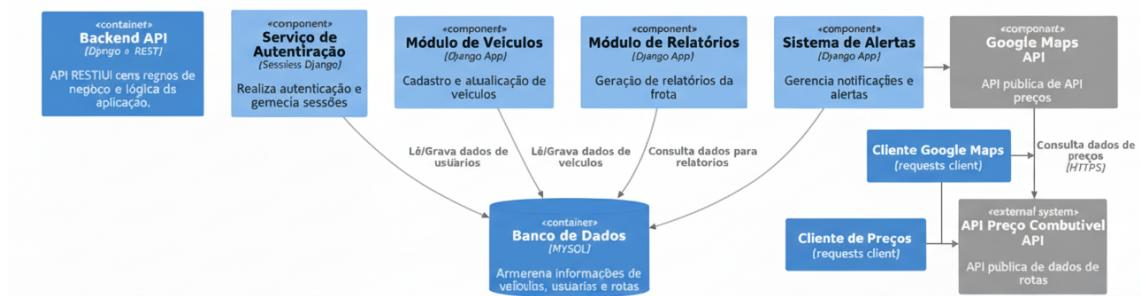

Figura 4: C4 Componentes
**Componentes:** O Diagrama de Componentes, representado na Figura 4, descreve a estrutura interna dos contêineres, detalhando como eles são compostos por módulos funcionais. No caso do FleetTrack, esse diagrama foca no backend da aplicação, desenvolvido em Django, e identifica seus principais